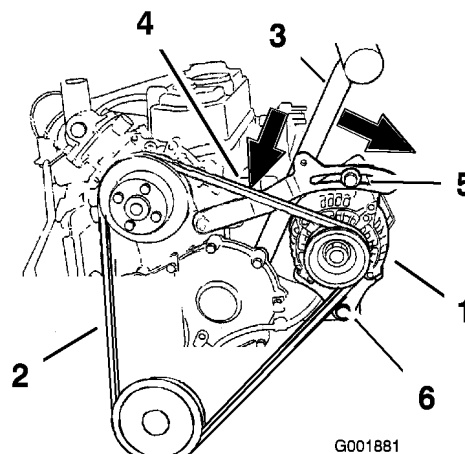

Figura 68
5. Afloje los dos pernos que sujetan el alternador (Figura 68).
6. Retire la correa de las poleas y del alternador (Figura 68).
7. Instale una correa nueva alrededor de las poleas y del alternador (Figura 68).
1. Coloque un mango a modo de palanca entre el alternador y el bloque de cilindros (Figura 68).
2. Ajuste el alternador hacia fuera hasta que quede una desviación de 10 a 13 mm en la correa entre el motor y el alternador (Figura 68).
5. Si la desviación es correcta, apriete el perno superior a 19 Nm y el perno inferior a 61 Nm (Figura 68).